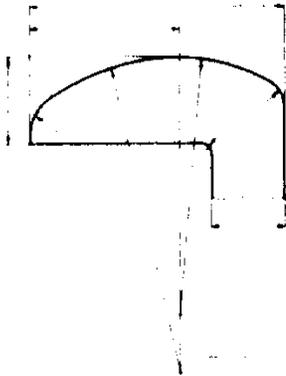

Fig. 19
c.1) Mediante una indicación de los radios de curvatura sucesivos y las cotas suficientes para localizar cada uno de los elementos de la curva (**Fig. 19**)